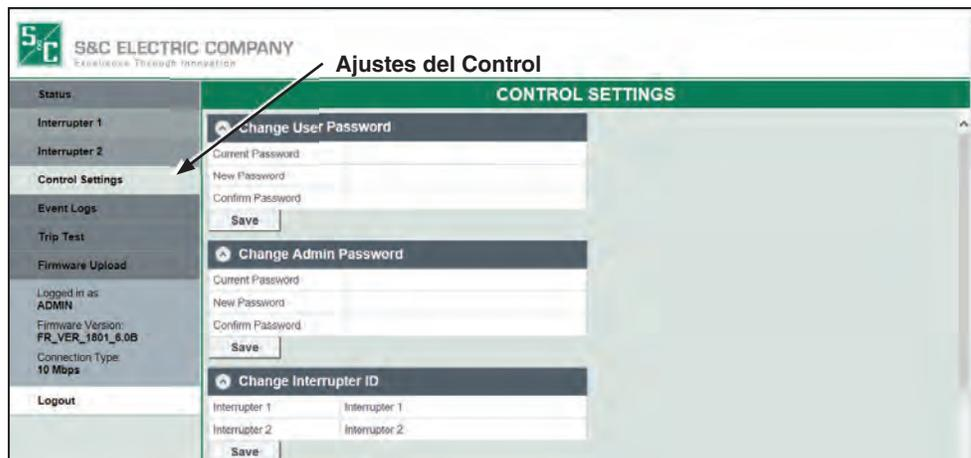

Figura 16. Menú de Cambio de Contraseña de Administrador.
PASO 2. Haga clic en la opción de **Control Settings (Ajustes de Control)** del menú lateral. Después diríjase a la sección de “Change Admin Passord” (“Cambiar Contraseña de Administrador”) en la pantalla de *ControlSettings*. Vea la Figura 16.